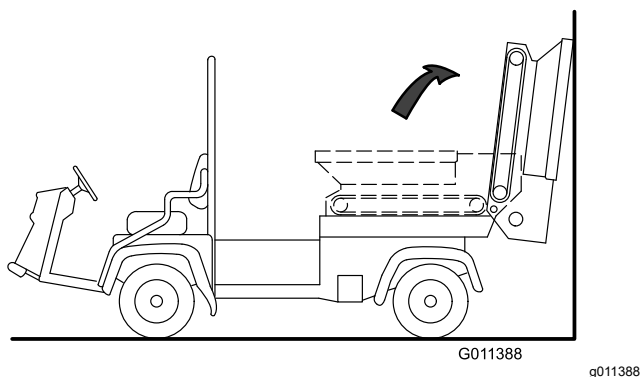

Figura 32
3. Fate ruotare all'indietro la tramoggia e appoggiatela contro una parete, un palo, una scala ecc. (Figura 32).
Accertatevi che la tramoggia sia ruotata oltre il centro e/o fissata a una parete o a un palo per evitarne la caduta accidentale sull'area di lavoro (Figura 32).
3. Abbassate la tramoggia sulle guide del telaio scorrevole facendo molta attenzione; fate riferimento alla **Figura 32 di Smontaggio del pianale scorrevole (pagina 23)**